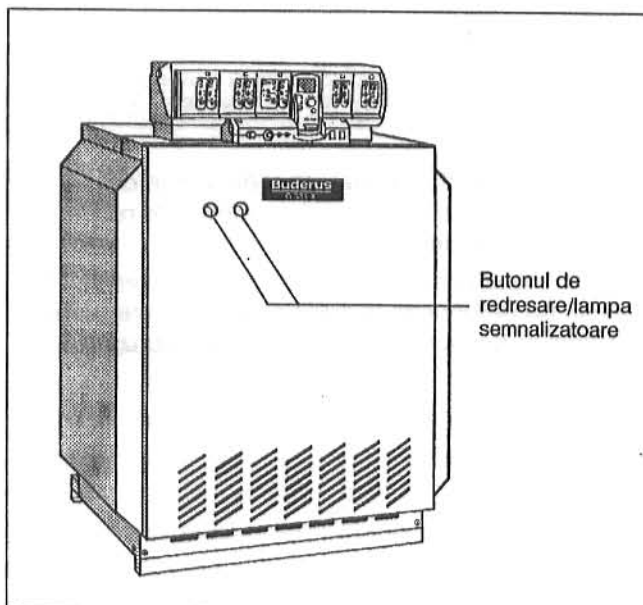

Fig. 3: Butonul de redresare
- Dacă lampa semnalizatoare de la butonul de redresare luminează (Fig. 3), se apasă pe acesta.